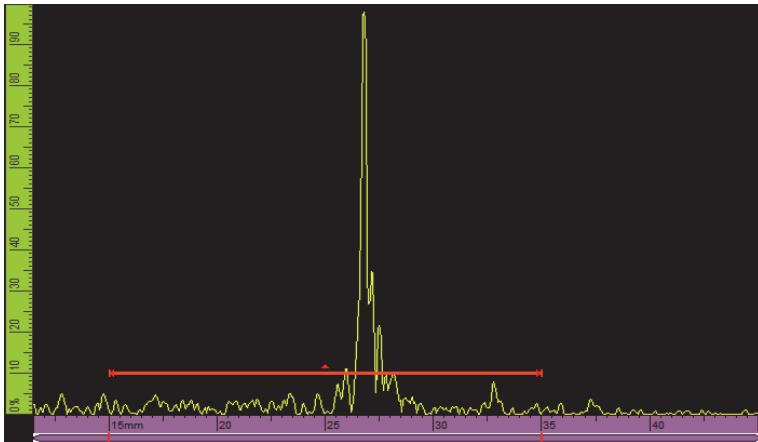

Figura 1 Referencia visual en la puerta
- **Para especificar una puerta como puerta en curso**, haga clic en la puerta de su interés. Haga clic en el término izquierdo de la puerta para abrir el botón emergente del parámetro **Inicio de la puerta** bajo el modo de modificación. Haga clic en el centro de la puerta para abrir el botón emergente del parámetro **Umbral de puerta** bajo el modo de modificación. Haga clic en el término derecho de la puerta para abrir el botón emergente del parámetro **Ancho de puerta** bajo el modo de modificación. Cuando una puerta es corta, puede que sea imposible seleccionar una zona específica. Una referencia visual indica las secciones disponibles de la puerta. Véase la Figura 1 en la página 3.